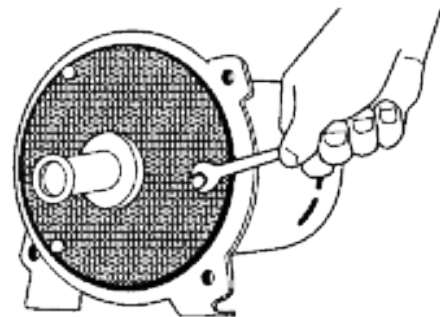

Figure 15 : Retirer le diffuseur
3. Retirez les trois vis d'assemblage qui maintiennent le diffuseur sur la plaque d'étanchéité et retirez le diffuseur. Lors du remplacement du diffuseur, utilisez trois cales d'une épaisseur de 0,010 po également espacées entre l'œil de la roue et l'ouverture du diffuseur. Cela permet de centrer le diffuseur et d'éviter le frottement de la roue (figure 15).